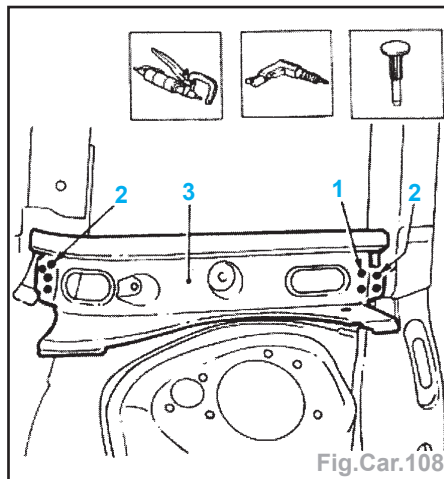

Fig.Car.108
- Dépointer à la perceuse (2) et avec une fraise (1) les points de soudure (Fig. Car.108).
- Mettre en place le renfort (1) et le fixer avec des pinces-étau.
- Effectuer des soudures (Fig.Car.108) :
- par points (1),
- en remplissage (2) dans les trous.